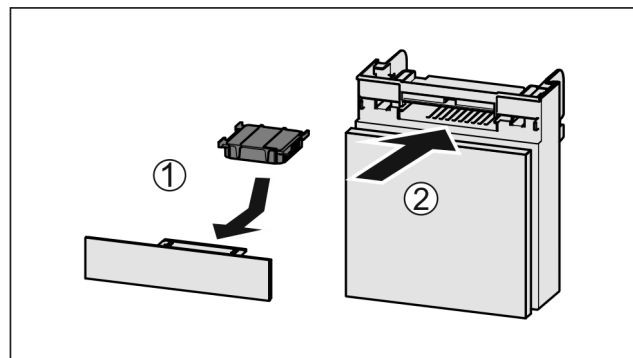

Fig. 89
- ▶ Umetnite filtarski s aktivnim ugljenom kao što je prikazano na slici Fig. 89 (1).
- ▶ Umetnite pretinac Fig. 89 (2).